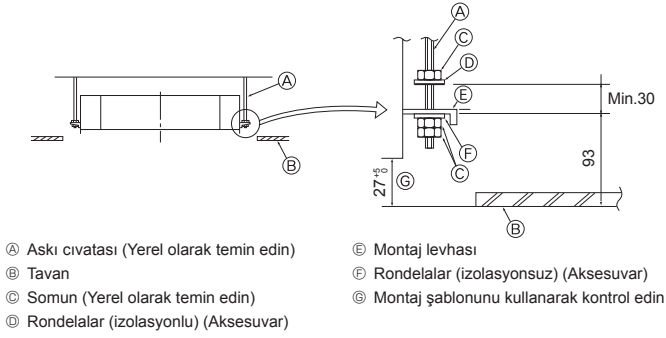

Fig. 2-5
2.5. Üniteyi asma işlemleri (Fig. 2-5)